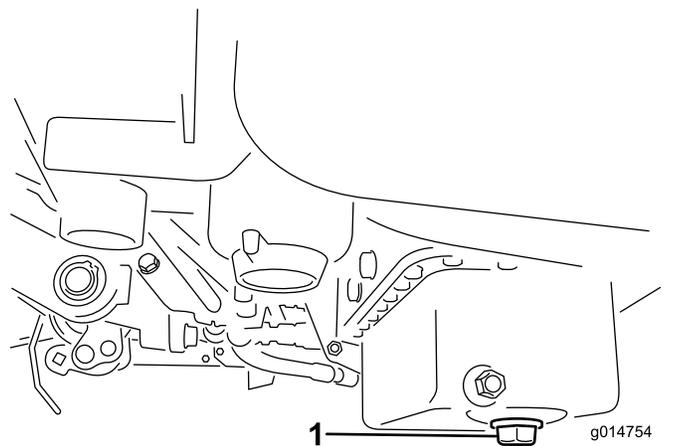

Figura 34
1. Retire el tapón de vaciado y deje fluir el aceite a un recipiente. Cuando el aceite deje de fluir, coloque el tapón de vaciado (Figura 34).